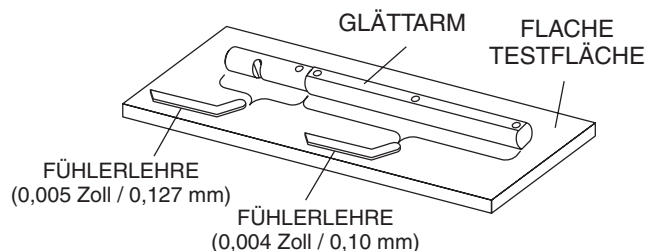

Abbildung 39. Prüfen der Flachheit des Glättarms
Mit einem verbogenen Glättarm ist für den Flügelglätter keine glatte und reibungslose Drehung mehr möglich. Sollten Sie vermuten, dass die Glättarme verbogen sind, prüfen Sie sie wie folgt auf Geradlinigkeit. Verweis Abbildung 39:
2. Überprüfen Sie jede der sechs Seiten des Glättarms (sechseckiger Querschnitt). Eine Fühlerlehre von 0,004" (0,10 mm) sollte seine gesamte Länge nicht zwischen die glatte Seite des Glättarms und die Testoberfläche passen. (Abbildung 39).